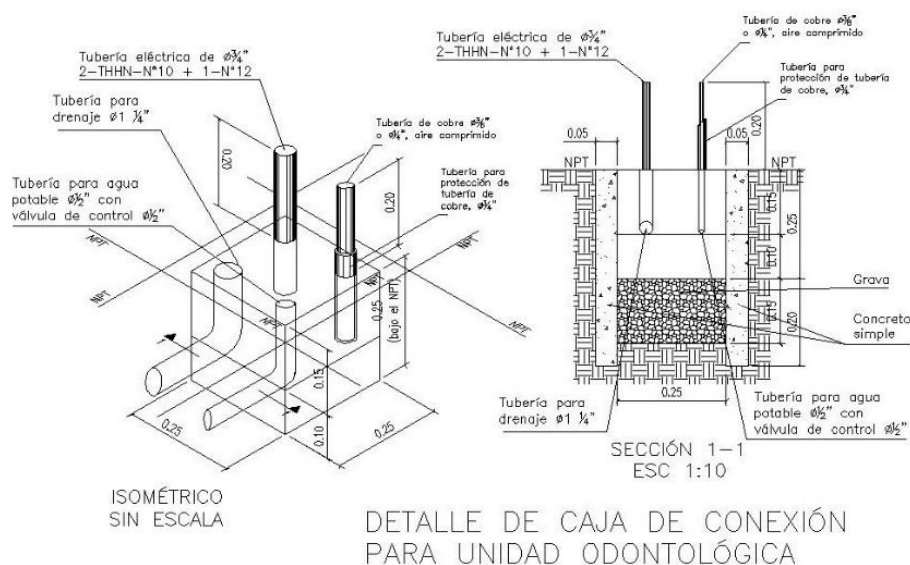

FIG. 1: ESQUEMA DE CONEXIÓN PARA UNIDAD DENTAL
Se deberá construir caja de conexiones con 25 cm de profundidad y en un área de 25 cm x 25 cm según detalle adjunto (Fig. 1) si aplica, con las siguientes características:
- El fondo de la caja poseerá una capa de 15 cm de grava por debajo de los 25 cm libres respectivos a las tuberías de preinstalaciones (referirse a Fig. 1 y 2).